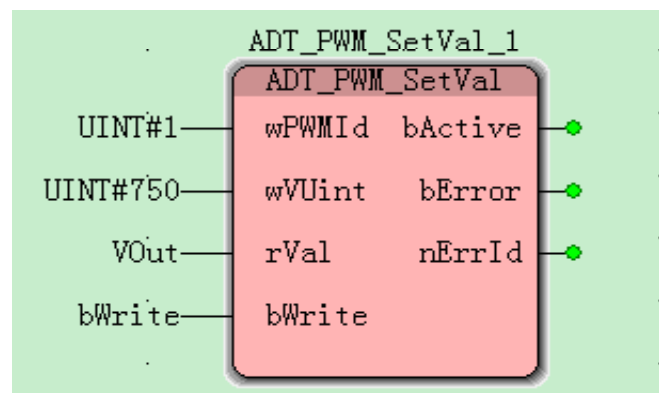

图 4 设置模拟量输出
- 2) 编写程序，添加ADT_PWM_SetVal功能块，如图4所示